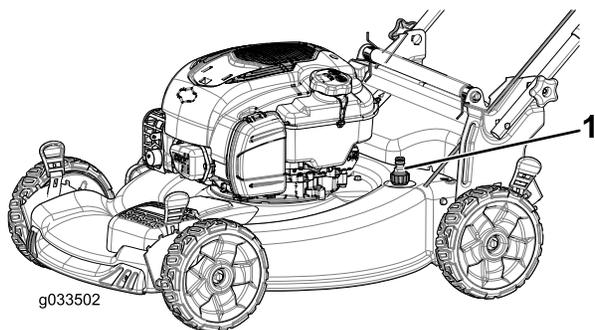

図 26
- 洗浄ポートにホースを接続し、ホースを水道栓につなぐ **図 26**。